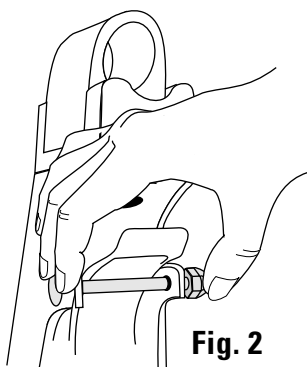

Fig. 2
4. Replace the cut rivets with the rivets supplied in this kit. To secure the rivets, push a Pal Nut onto the small end pushing **FIRMLY** to seat it. (Fig.2)
4. Remplacer le rivet coupé à l'aide de l'un des rivets joints à l'ensemble. Pour bloquer le rivet en place, enfoncer un des capuchons Pal Nut sur le bout du rivet. Appuyer **FERMEMENT** (fig. 2).